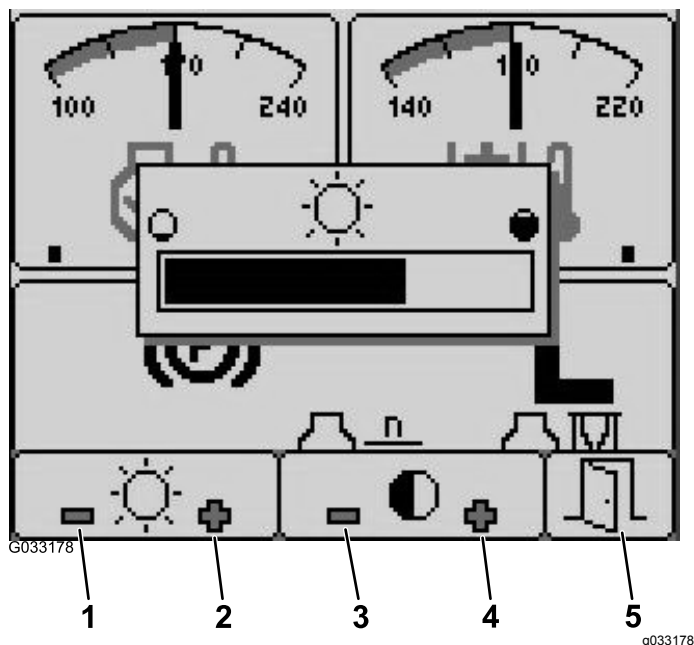

Figure 27
1. Dans l'écran d'accueil, appuyez sur le bouton n° 5 pour accéder à la barre contextuelle de luminosité/contraste (Figure 27).
2. Appuyez sur le bouton n° 1 pour réduire la luminosité, sur le bouton n° 2 pour augmenter la luminosité, sur le bouton n° 3 pour réduire le contraste et sur le bouton n° 4 pour augmenter le contraste (Figure 27).
3. Après avoir réglé la luminosité et le contraste, appuyez sur le bouton n° 5 pour quitter le menu (Figure 27).